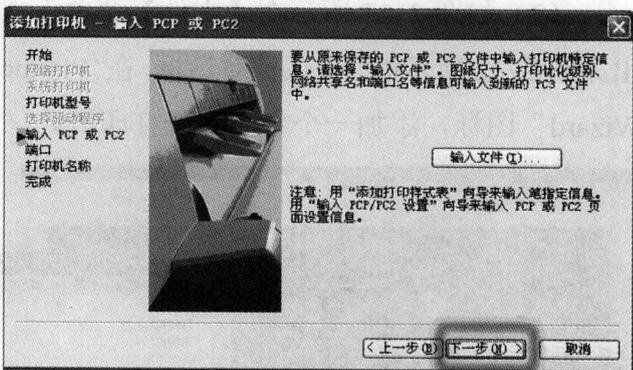

图 2-26
(6) 接下来在如图 2-26 所示的【添加打印机-输入 PCP 或 PC2】“Add Plotter-Import PCP or PC2”设置面板中，单击“下一步”按钮。